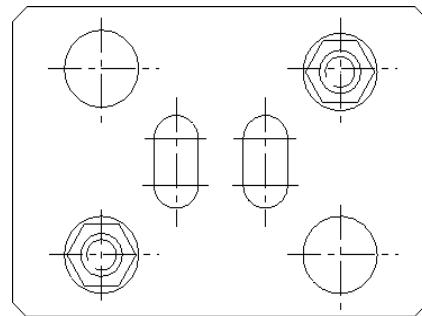

图 4-49 平移图素
⑪ 在对话框内的 X 轴输入框中输入平移距离 30，并按回车键，再单击对话框中的“确定”按钮 ，结束平移操作，结果如图 4-49 所示。